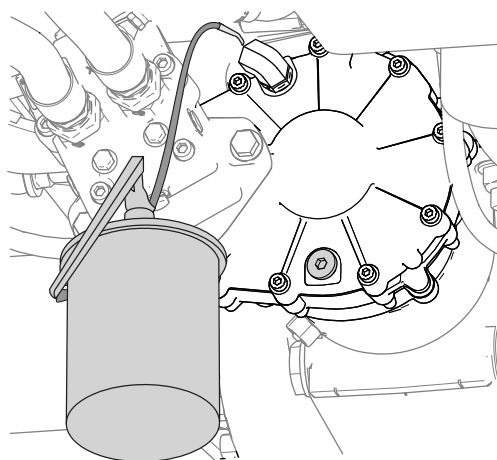

Figure 112
6. Versez 0,34 l de l'huile spécifiée par le raccord à 90° (Figure 112).